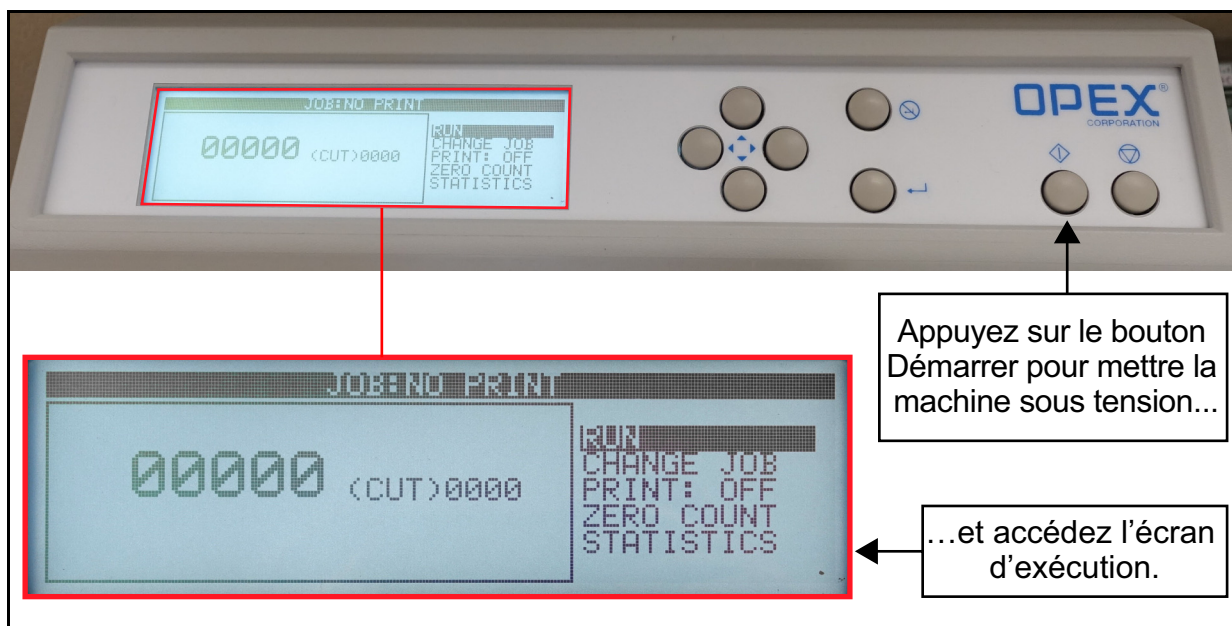

Figure 4-6 : Bouton Démarrer
- Appuyez sur le **bouton Démarrer** pour mettre la machine sous tension (Figure 4-6). Cela amènera l'écran **EXÉCUTION**.